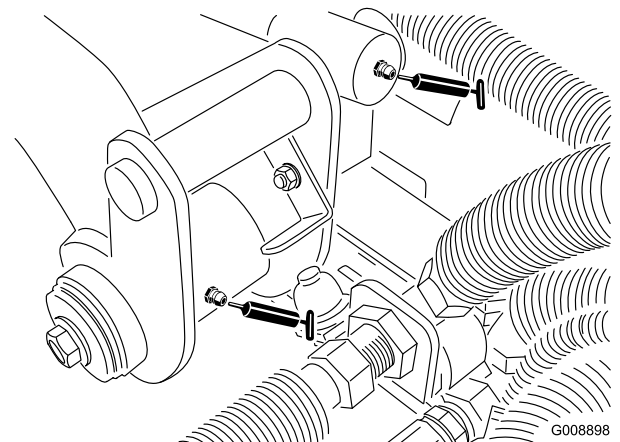

図 35
- ・ 後昇降アームのピボット昇降シリンダ (2ヶ所) (図 35)